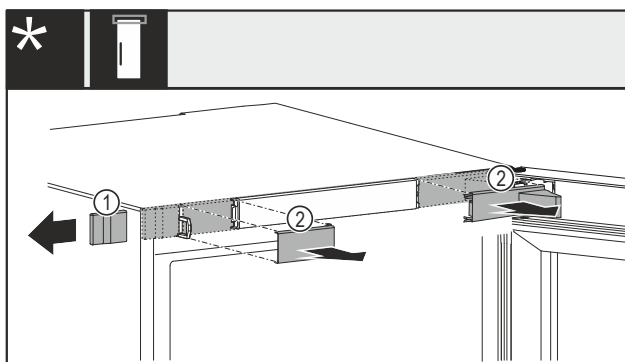

Fig. 13 Avec verrou mécanique ou électrique*
- Retirer avec précaution le cache Fig. 13 (1) sur le côté.*
- Retirer avec précaution les caches Fig. 13 (2) vers l'avant.*